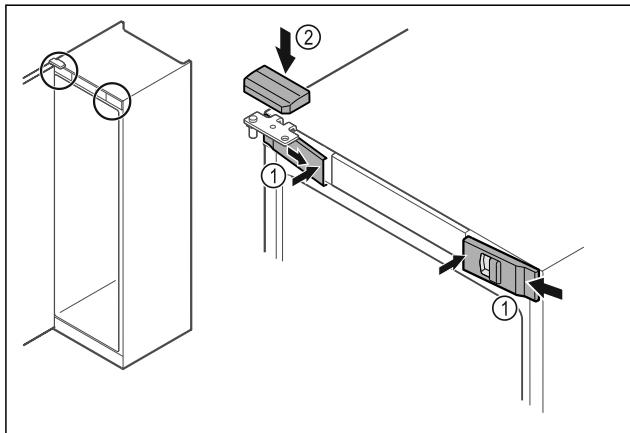

Fig. 37
- Bočno zakvačite prednje poklopce Fig. 37 (1) i uglavite ih iznutra.
- Uglavite gornji poklopac Fig. 37 (2) odozgo.